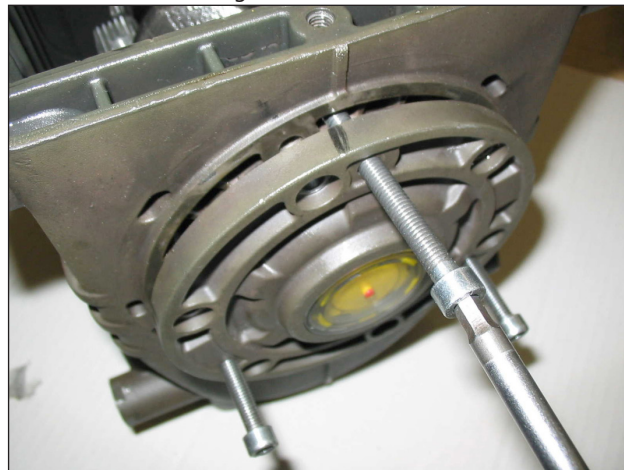

Fig. 3
- i coperchi laterali utilizzando come estrattore N°3 viti M6x50 interamente filettate, inserendole nei fori filettati come indicato in Fig. 3.